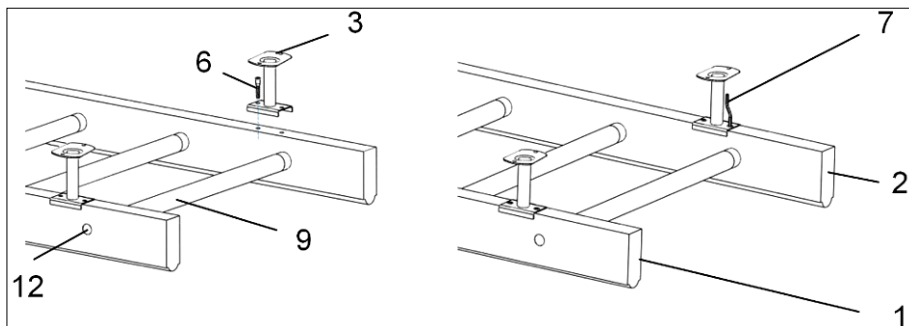

Рисунок 3
4.1.4. Установить пристенные крепежные кронштейны (№3) на стойки (№1, №2) и закрепить их конфирматами (№6) (рисунок 3).
4.3.3 Установить пристенные крепежные кронштейны (№3) на стойку (№35) и закрепить их конфирматами (№6) (рисунок 3).